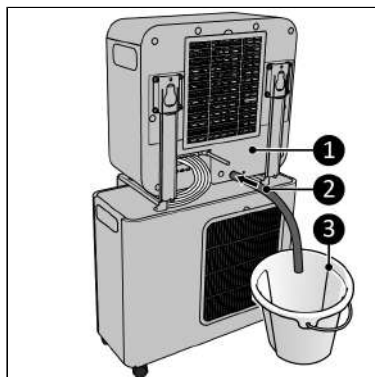

Figure 82.
7. Raccordez le tuyau d'évacuation d'eau condensée (Figure 82, pos. 2) à l'arrière de l'unité intérieure (Figure 82, pos. 1).
8. Guidez le tuyau d'évacuation d'eau condensée (Figure 82, pos. 2) vers un seau (Figure 82, pos. 3).
2. Le tuyau d'évacuation d'eau condensée (Figure 82, pos. 2) doit être raccordé à l'arrière de l'unité intérieure et être guidé vers un seau (Figure 82, pos. 3).